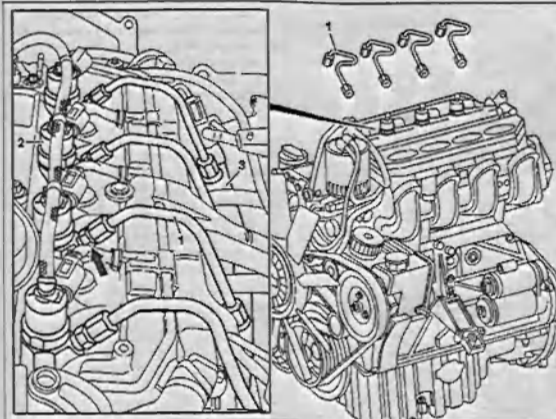

Рис. 3.43. Снятие и установка топливopоводов высокого давления:
3. Открутите гайки крепления топливопроводов 1 высокого давления от форсунок 2 и аккумулятора 3 (рис. 3.43).